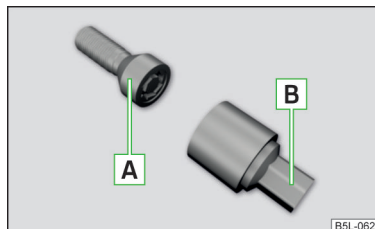

Fig. 173
Los tornillos de rueda antirrobo protegen a las ruedas contra robos. Se pueden **soltar/apretar** solamente con el suplemento  » fig. 173.
- Introducir el suplemento  » fig. 173 hasta el tope sobre el tornillo de rueda antirrobo .
- Introduzca la llave de rueda hasta el tope sobre el tornillo de rueda. Usar el suplemento para los tornillos de la rueda antirrobo correspondientes » fig. 173 de la pág. 164.